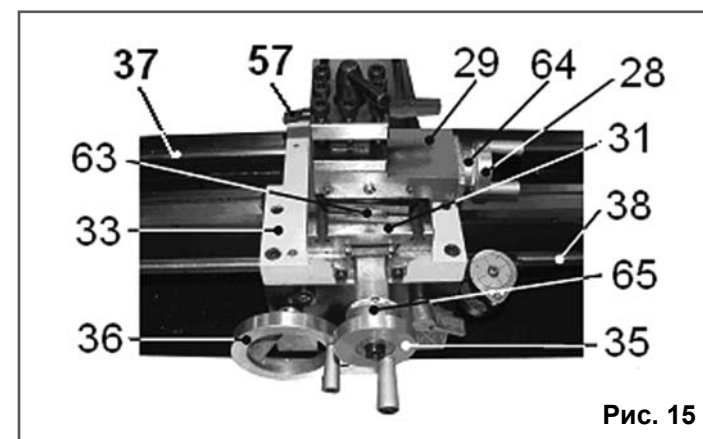

Рис. 15
10.3. Точение (Рис. 15)
10.3.1. Установка и подача резца (57) в продольном направлении станины (37) станка, Рис.15, производится вращением маховика (36) ручной подачи каретки (33), Рис. 15.
10.3.2. Точная установка и подача резца (57) в продольном направлении производится маховиком подачи (28) поворотного суппорта (29), установленного параллельно ходовому винту (38) подачи каретки (33), что соответс-
твует совмещению метки на поперечном суппорте (31) и нулевой отметки шкалы (63) поворотного суппорта (29), Рис.15.
10.3.3. Расстояние прохождения резца (57) контролируется по шкале лимба (64), (1 деление = 0,025мм), Рис. 15.
10.3.4. Установка и подача резца (57) в поперечном направлении (установка глубины точения, торцевое точение) производится вращением маховика (35) подачи поперечного суппорта (31), Рис. 15.
(1 деление лимба=0.025мм.), Рис. 15.
10.3.9. Обнуление лимбов (64,65) поперечного и поворотного суппортов (31,29) производится вращением от руки соответствующего лимба до совмещения рисок нулевых отметок, Рис.15.